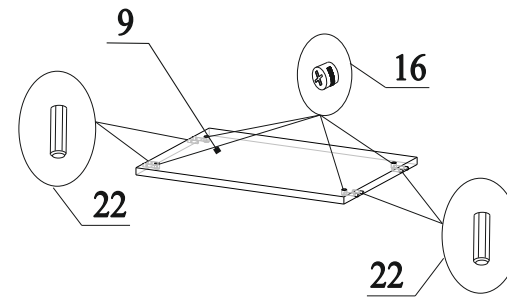

Рис.8
15. В торцы детали 9 вставить шканты 22 (рис.8);
16. В отверстия на детали 9 вставить эксцентрики 16 стрелками к торцевым отверстиям (рис.8);